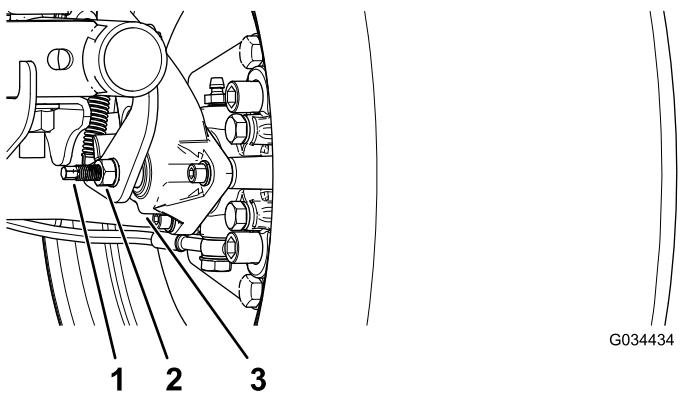

Figura 56
3. Con 2 llaves, sostenga en su sitio el poste de ajuste en la pinza con 1 llave y afloje la tuerca autoblocante un cuarto de giro con la otra llave (Figura 56).
4. Mientras sostiene el poste de ajuste y la tuerca autoblocante en su sitio, gire el poste hacia dentro para apretarlo (Figura 56).
5. Mientras sostiene el poste de ajuste y la tuerca autoblocante en su sitio, retroceda atrás 1/4 de giro (Figura 56).
6. Mientras sostiene el poste de ajuste y la tuerca autoblocante en su sitio, apriete la contratuerca (Figura 56).